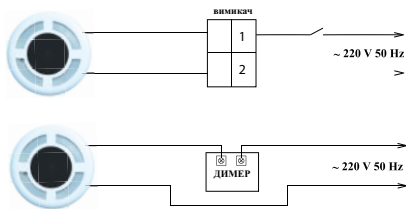

Рис. 4. Підключення рекуператора до електромережі.
1. Підключити контактні клеми 1, 2 (рис. 4) до електричної мережі за допомогою двожильного кабелю живлення із перерізом не менше 0,5мм². Якщо в комплектацію входить реостатний вимикач, то його підключають до мережі живлення послідовно.